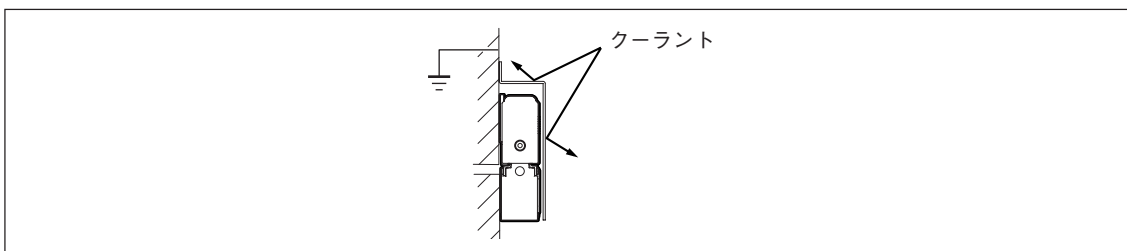

図2-2
- 測定長 (ML) を超えてスライダを動かすと破損します。ご注意ください。
- クーラントが直接かかる環境では、クーラントが直接かからないよう、スケールにカバーを取付けてください。(図2-2)